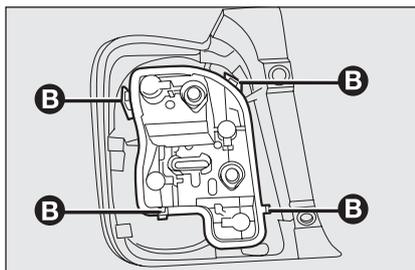

fig. 27
- estrarre il portalampe dalla propria sede svincolandolo dalle alette di bloccaggio **B**-fig. 27;